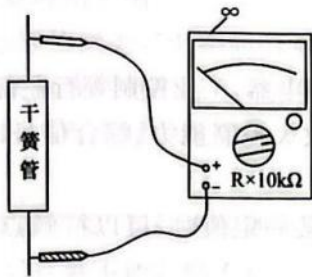

图 4-39 干簧管静态检测
(2) 干簧管的检测
① 静态检测, 如图 4-39 所示, 应该是开路状态。